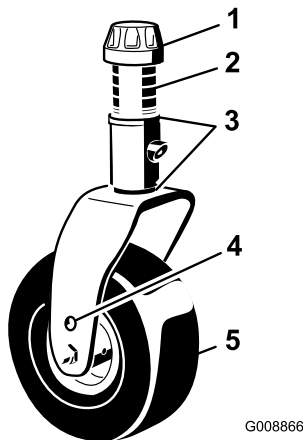

Figura 81
1. Retire el casquillo tensor del eje y deslice el eje fuera del brazo de la rueda giratoria (Figura 81).